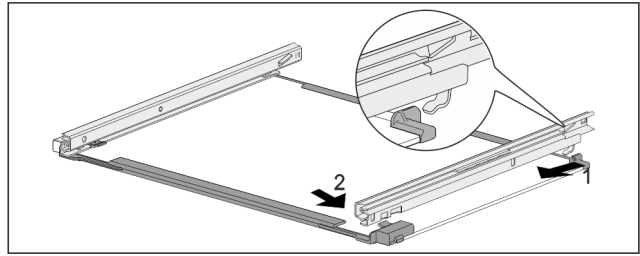

Fig. 134 Placa de sticlă cu șine
- ▶ Agățați șina în partea din spate. Fig. 134 (1)
- ▶ Înclicetați șina în partea din față. Fig. 134 (2)